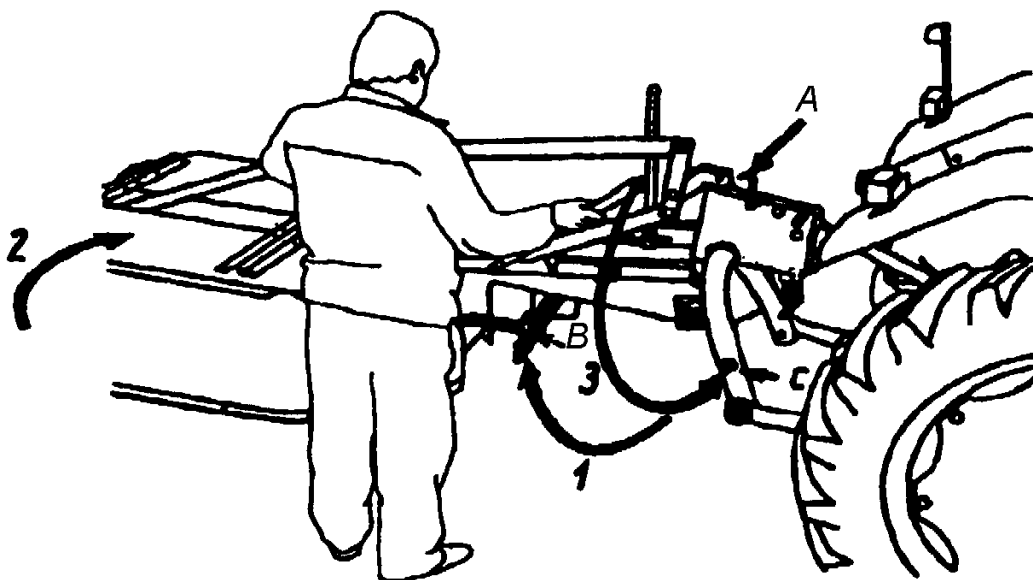

Рис. 7. Переключение косилки в транспортное положение
- 2) повернуть шарнирную балку и главную раму назад, вдоль оси трактора (Рис. 7); для этого – если перед этим косилка находилась в рабочем положении - нужно:
- 2) установить шарнирную балку и главную раму, повернутую перпендикулярно к оси трактора, выполняя для этого действия в очерёдности, обратной той, которая указана в п. 11. и показана на Рис. 7:
Рама навески должна сохранять своё постоянное положение в течение всего периода работы, т.е. она должна находиться на такой высоте, чтобы просвет „Х” (Рис. 7) составлял около 30 см.
Переведите косилку из транспортного положения (рис.1) в рабочее (рис.7).